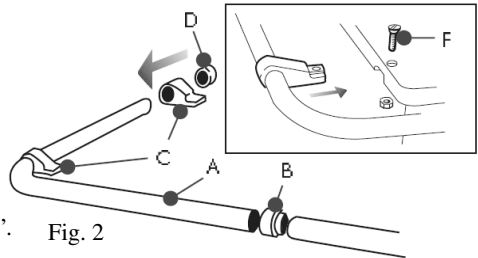

Fig. 2
**MONTAGGIO DEL CORRIMANO Fig.2**